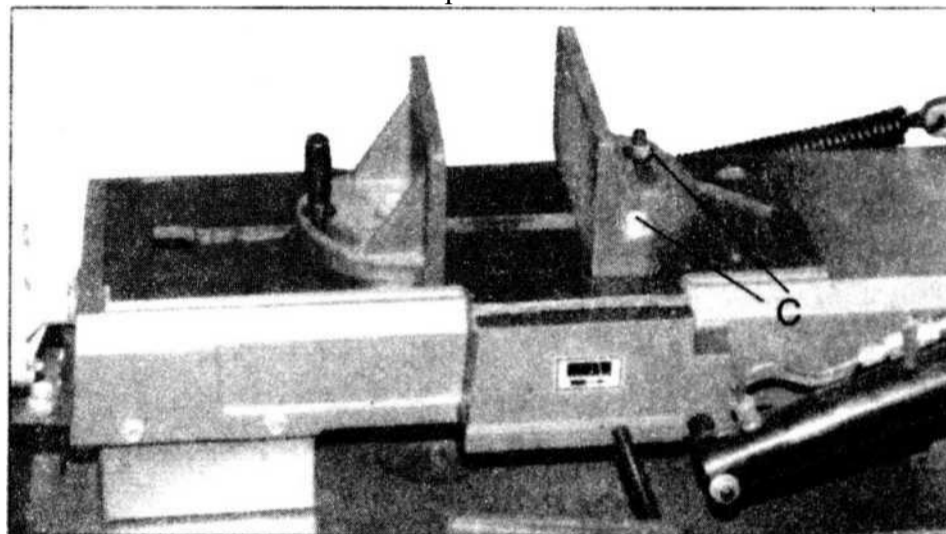

рис. 7
1. Снимите болты и гайки (С, рис.7).
2. Установите тиски и переустановите болты в сборе, как показано на рис. 7.